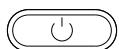

Рис.3-3
3.2 Проводной пульт управления модели WC-12B (рис.3-3) (Опция)